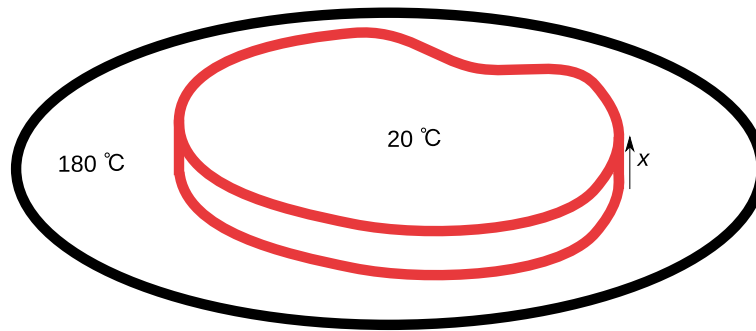
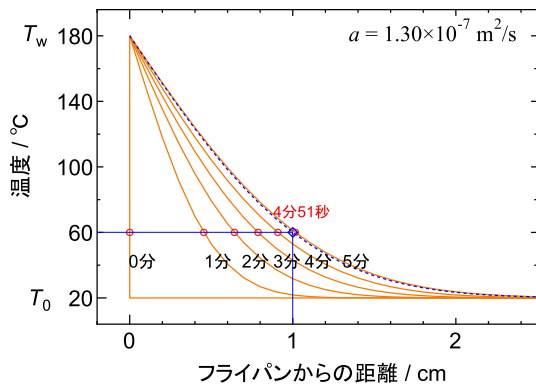
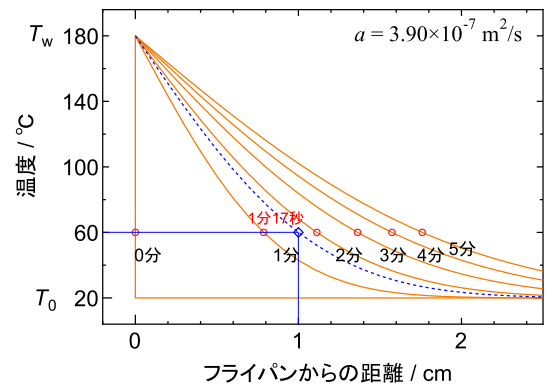

図 2 肉の加熱
図 3 温度分布（熱拡散率  $a = 1.3 \times 10^{-7} \text{ m}^2/\text{s}$ ）
図 4 温度分布（熱拡散率  $a = 3.9 \times 10^{-7} \text{ m}^2/\text{s}$ ）
より詳しく熱拡散率 (温度伝導率)  $a$  (単位:  $\text{m}^2/\text{s}$ ) の意味を考えていき、等温面の伝わる速さを表すことを示す。大きな塊の固体の片面を一定温度で加熱した場合の、固体内の温度の伝わりと熱拡散率との関係を考えてみよう。大きな肉の塊を加熱されたフライパンで焼くことを想像してもよい (図 2) 脚注 4。加熱された固体内部の温度の変化と熱拡散率との関係を見てみよう。まず温度分布を計算する。固体は加熱を始めるまでは温度は  $T_0$  で一定で、温度が  $T_w$  で加熱されるとする。経過時間  $t$  (単位:  $\text{s}$ ) は加熱開始を  $t = 0 \text{ s}$  とし、加熱面から垂直に座標  $x$  (単位:  $\text{m}$ ) をとり加熱面を  $x = 0 \text{ m}$  とする。この加熱される固体内の、等温面の動きを見ることで熱拡散率の意味が分かってくる。固体内の温度分布は次式のように余誤差関数  $\text{erfc}$  脚注 5 で表される (詳細な導出は文末の付録 A に示す)。
肉を焼く例で具体的に計算してみる (図 2)。肉は初め室温で  $T_0 = 20 \text{ }^\circ\text{C}$ 、フライパンと肉の接触面は  $T_w = 180 \text{ }^\circ\text{C}$  で加熱されるとする。肉をフライパンに置いた時間が  $t = 0 \text{ s}$ 、フライパンと肉の接触面が  $x = 0 \text{ m}$  となる。式 (2) から肉の塊 (熱拡散率  $a = 1.3 \times 10^{-7} \text{ m}^2/\text{s}$ ) を加熱した際の加熱直後、1 分後、2 分後、3 分後、4 分後、5 分後の温度分布をそれぞれ赤線で図 3 に示す。どの時刻でも左側のフライパン表面近くで温度が高く、離れるにつれて温度が下がる。また、図中で肉に火の通る (変性する)  $60 \text{ }^\circ\text{C}$  の位置を赤丸で示した。1 分後の温度分布を見る
と、4 mm 程度までは 60°C より温度が高く火が通っていることが分かる。比較のため、同様に熱拡散率が通常の三倍の赤い肉脚注 6（熱拡散率  $a = 3.9 \times 10^{-7} \text{ m}^2/\text{s}$ ）での温度分布を図 4 に示す。熱拡散率が三倍の赤い肉では、ある位置のある温度に達するまでの時間は三分の一となる。例えば、1 cm の厚さが火が通る（60°C を越える）までの時間は通常の肉では 4 分 51 秒（291 s）（図 3 中青印）だが、三倍肉ではその三分の一の 1 分 17 秒（77 s）（図 4 中青印）となる。
上式中で右辺の変数は  $Fo$  のみであり、固体内の温度  $T$  はフーリエ数  $Fo$  のみの関数となっている。つまり、ある値の温度に対してはある一つの値のフーリエ数が対応する。このフーリエ数を使って、図 3、図 4 で赤丸で示した肉の塊を焼く際にどこまで火が通るかを計算してみよう。肉は 60°C で焼ける（変性する）ので、 $T_w = 180^\circ\text{C}$ 、
上式から肉の中を  $60\text{ }^\circ\text{C}$  の等温面がどのように移動するかが分かる。図 3 の赤丸と比べてみよう。普通の肉 (熱拡散率  $a = 1.3 \times 10^{-7}\text{ m}^2/\text{s}$ ) で 1 分後 ( $t_{60\text{ }^\circ\text{C}} = 60\text{ s}$ ) を式 (4) に代入すると、位置  $x_{60\text{ }^\circ\text{C}}$  が  $4.38 \times 10^{-3}\text{ m}$  と図中の赤丸と同じ値が求められる。他の時間でも、どの位置まで  $60\text{ }^\circ\text{C}$  となっているかが同様に求められる。三倍の赤い肉でも熱拡散率  $a = 3.9 \times 10^{-7}\text{ m}^2/\text{s}$  を代入するところで、同様に任意の時間での  $60\text{ }^\circ\text{C}$  となっている位置が求められる。つまり、式 (4) で表されるように熱拡散率は等温面がある時間 ( $t_{60\text{ }^\circ\text{C}}$ ) 経過した際にどれくらい進んでいるか ( $x_{60\text{ }^\circ\text{C}}$ ) を表しており、温度面の移動する速度を表しているとも考えられる。熱拡散率に応じて等温面 (温度) の伝わる (伝導) 速さが変化する脚注 8。このことから温度伝導率とも呼ばれる。ただし、熱拡散率は式 (4) で表されるように、距離÷時間ではなく距離の二乗÷時間である。等温面の移動距離の二乗と経過時間の関係が比例関係 (式 (4)) となり、その比例定数が熱拡散率である。そのため、熱拡散率の単位は距離の二乗を時間で割った次元 [ $\text{m}^2/\text{s}$ ] で表される。